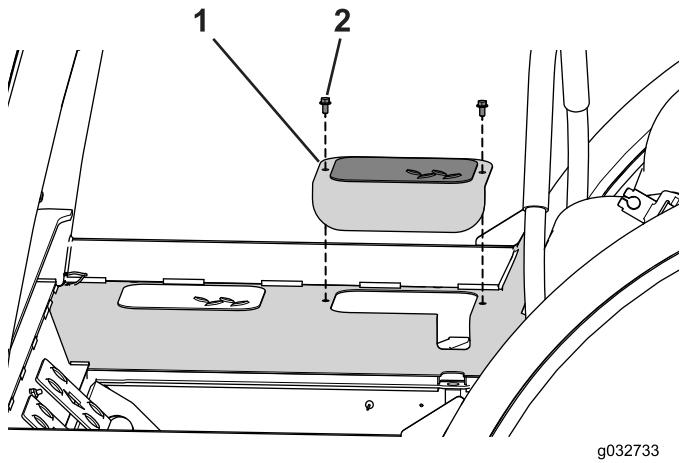

Bild 112
2. Entfernen Sie die zwei Schrauben, mit denen die Abdeckplatte an jeder Seite der Maschine befestigt ist (Bild 112).